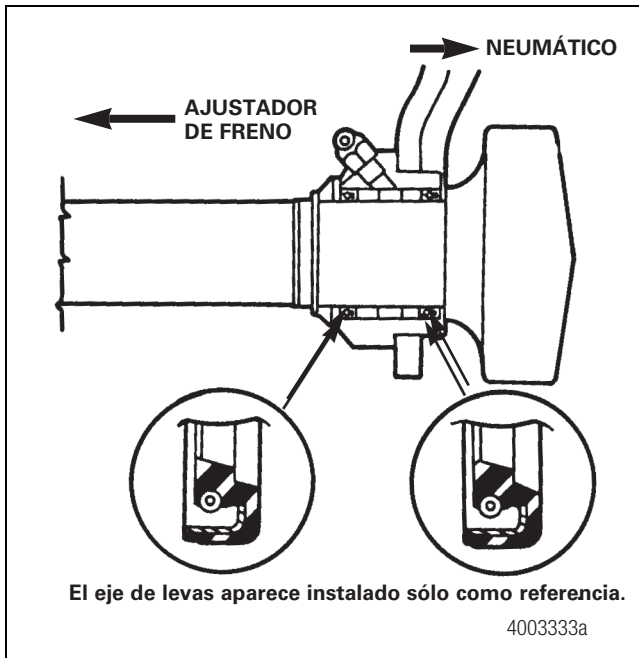

Figura 12.32
- B. En bujes metálicos, instale dos sellos de grasa. Verifique que los bordes de sello apunten hacia el ajustador de freno y que los cuerpos de sello están presionados contra el buje de metal. Figura 12.32.